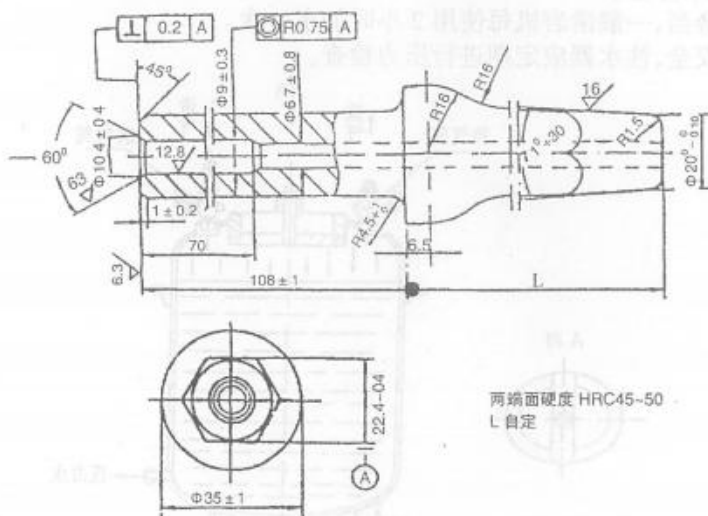

图5
2、钎杆应如图5,尺寸应正确,钎尾过长过短都会降低凿岩性能。受活塞冲击的端面应平整,硬度HRC45—50。端面不平整,硬度不合适将会影响活塞的使用寿命。钎尾中孔应与六方体同心,偏心太大,极容易损坏水针。钎杆头部锥度不对,会影响钎头装配的牢固程度。